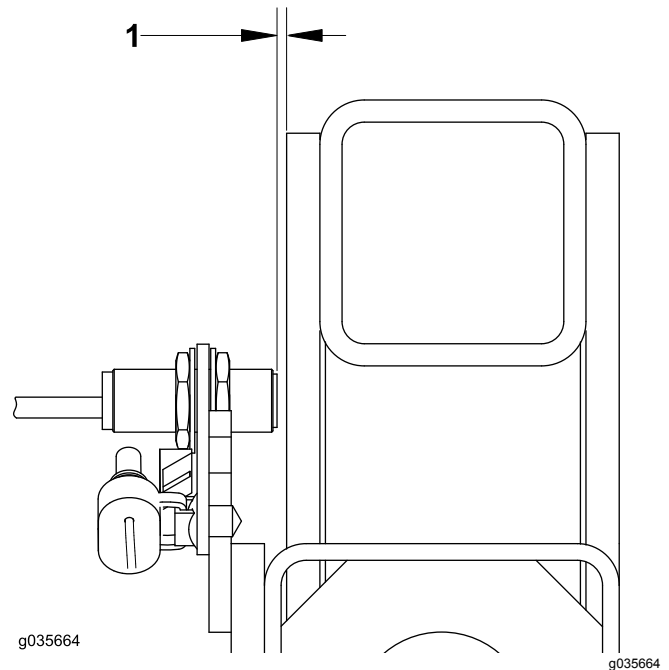

Figure 19
- Prévoyez un espace de 3,6 mm pour chaque capteur que vous montez (Figure 19).